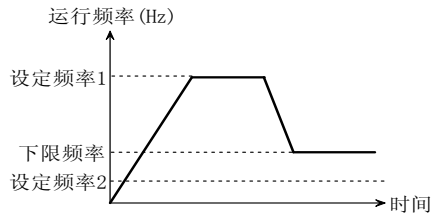

图 5-2-3 运行在下限频率
- ◆ 选择0：运行在下限频率时，如果设定频率小于下限频率，则实际运行频率为下限频率而不是设定频率，如图5-2-3所示。